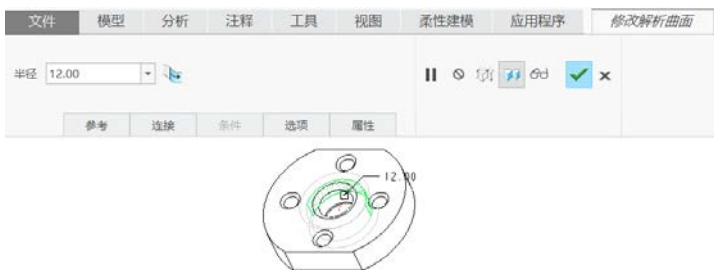

图 9-31 修改半径值
③ 在“变换”面板中单击“修改解析”按钮，打开“修改解析曲面”选项卡。
④ 在“修改解析曲面”选项卡的“半径”框中输入新半径值为“12”，如图 9-31 所示。